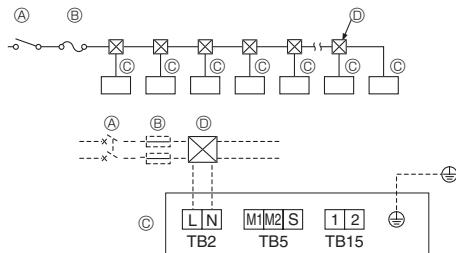

Fig. 4-4
4.2. Проводка питания (Fig. 4-4)
- (A) Прерыватель утечки тока на землю
- (B) Локальный выключатель/щитовой выключатель
- (C) Внутренний блок
- (D) Протяжная коробка